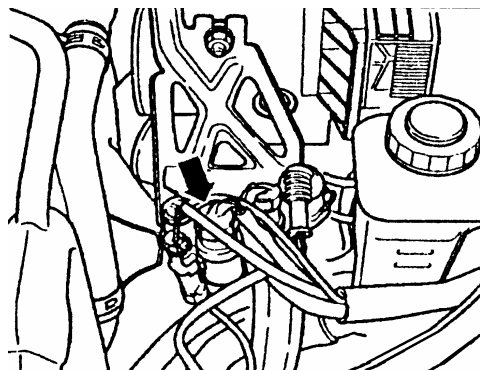

图 13-18 松开支架上的电缆固定条
- (4) 拆下液压油罐护板。松开支架上电缆固定条，如图 13-18 所示。